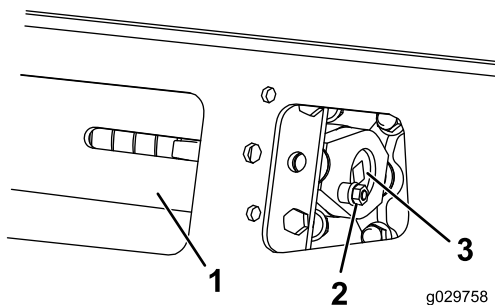

Figura 59
3. Scoatei urubul de blocare, distanțierul și piulia (Figura 59).
5. Aliniați cea mai apropiată creștătură din urubul de tensionare la orificiul urubului de blocare și fixați urubul cu urubul și piulia de blocare (Figura 59).
4. Scoateți urubul de blocare i piulia (Figura 59).
5. Folosind un clichet de antrenare de ½ inch, eliberați tensiunea de antrenare rotind urubul de tensionare în sensul acelor de ceasornic (Figura 59 i Figura 65).